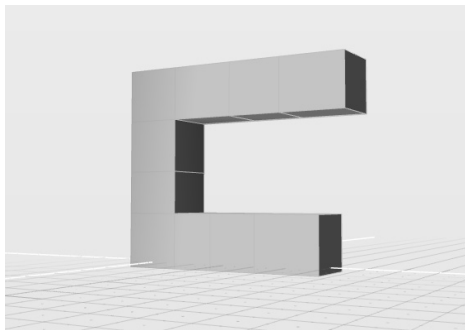

图 6-39 打开练习文件
1) 打开素材文件夹“练习 (6.1.2_5)”中的 Evolve 文件, 如图 6-39 所示。本练习将学